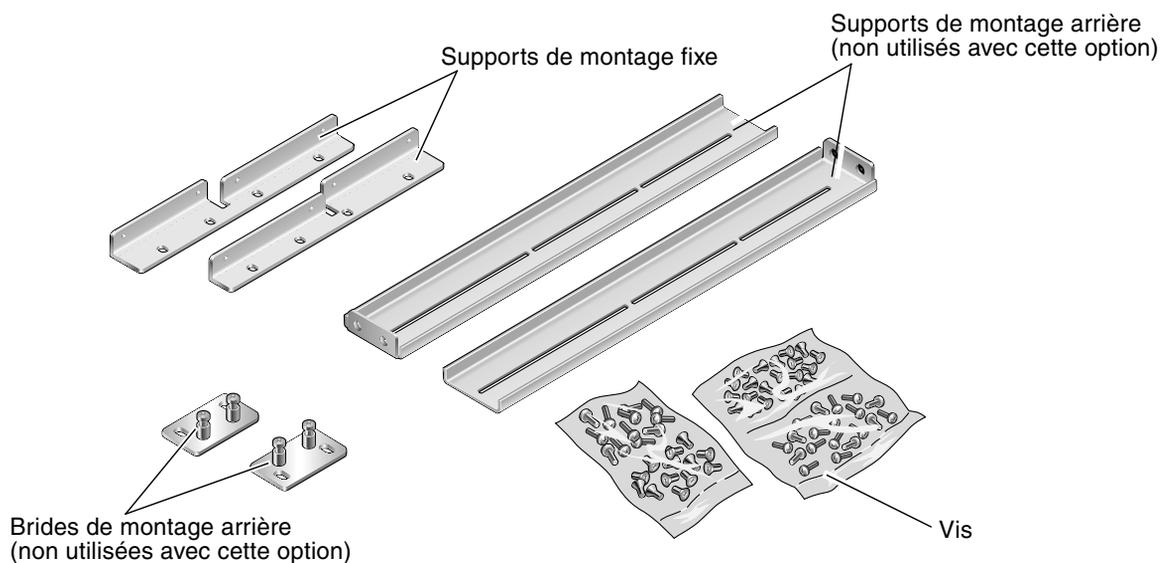

FIGURE 3-26 Contenu du kit de montage fixe dans un rack de 19 pouces à quatre montants
1. Retirez les supports latéraux du kit de montage (voir FIGURE 3-26).